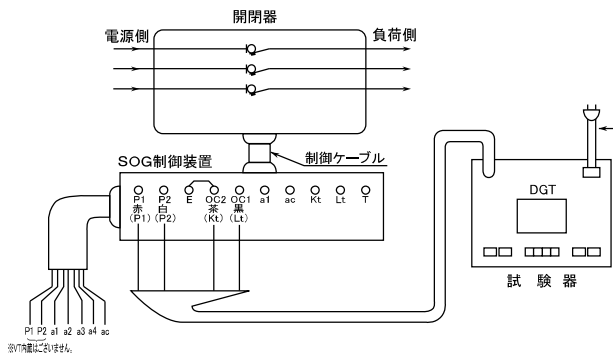

図7 戸上電機製作所製(DGT)による
- ①通電電流および良否の判定は表5のとおりです。
- ②図7・8の試験回路はOCR動作チェック回路です。
- ③図7・8は制御電源を制御装置パネル面(P1・P2)に接続する方法です。
なお、図7・8の回路で試験する場合は、制御装置パネルの制御電源切替スイッチを「試験」側にしてください。